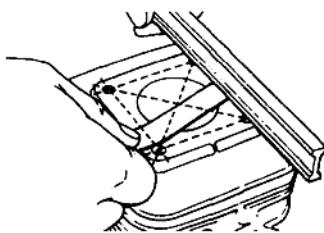

图 1-5 检测气缸体端面变形情况
(4)气缸体端面变形的检修方法:如图 1-5 所示,用直尺靠在气缸体端面上,然后用塞尺测量直尺与气缸盖端面间的间隙,且要多测几个点的间隙。若测量值大于使用极限值,则应研磨气缸体端面,其方法参见气缸盖端面变形的检修方法。若气缸体端面变形值过大,采用上述研磨方法修理将会使燃烧室容积变小而使压缩比增大,引起发动机爆震,应更换气缸体。